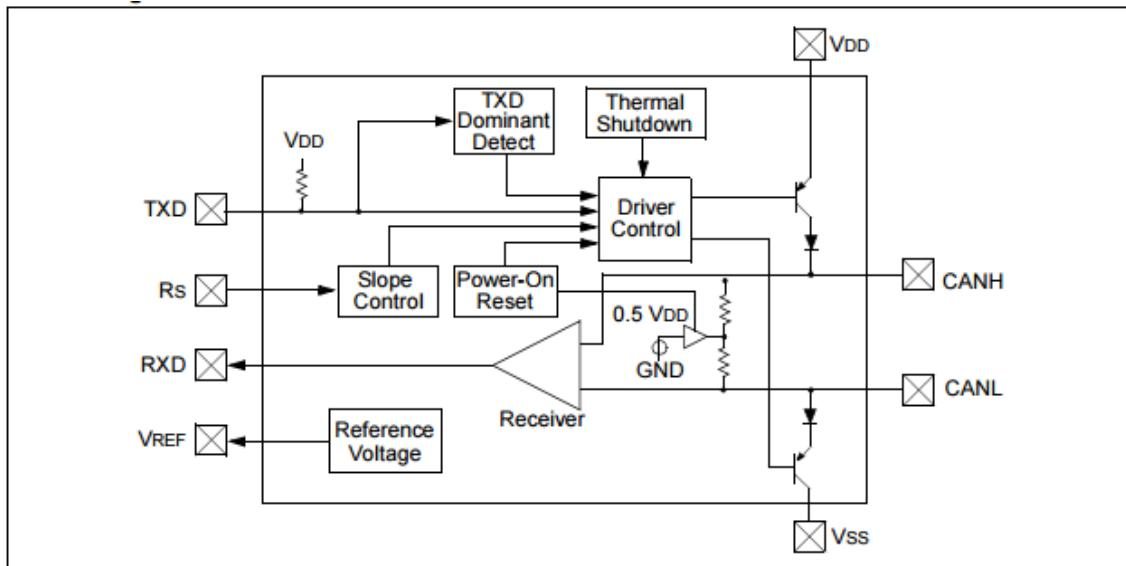

Figura 15: Diagrama bloques transceptor MCP2551-I/SN
- El diagrama de bloques del transceptor (Figura 15) es: